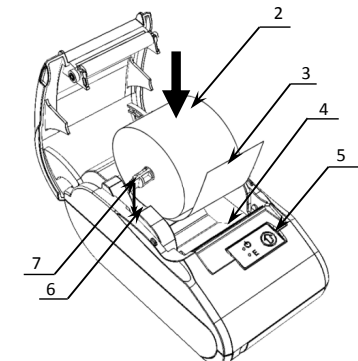

Рисунок 7. Заправка бумаги
2. Установить ось 6 в ролл ЧЛ 2 (рисунок 7).